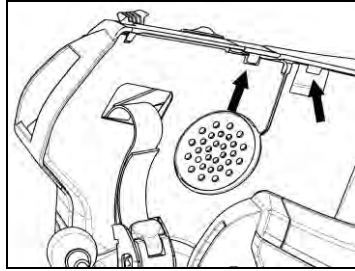

Fig. 17
- Sæt polstringens plastikbeklædning tilbage, ved at anbringe den bagved de to stopkroge (Fig. 17).